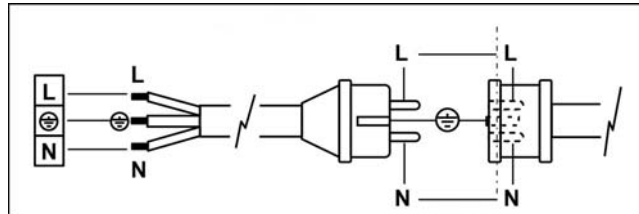

Рис. 2
Патрубок подсоединения к трубе подачи газа должен иметь надлежащие размеры, соответствующие типу монтируемой системы. Подсоединение необходимо выполнить через газораспределительное устройство, как показано на рис. 2: газовая труба (1), отсекающий кран (2) и антивибрационная муфта (3) не входят в комплект поставки и предоставляются монтажным предприятием; они подсоединяются к узлу газовых клапанов (4), входящему в комплект поставки теплогенератора.